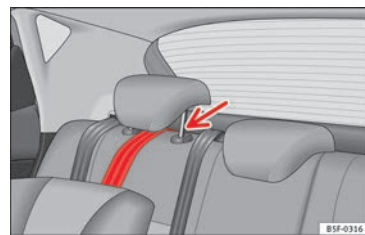

Fig. 33 Correia de fixação: ajuste correto e montagem.
- Coloque a correia por baixo do encosto de cabeça do banco posterior » **Fig. 33** (se necessário, levante o encosto de cabeça).